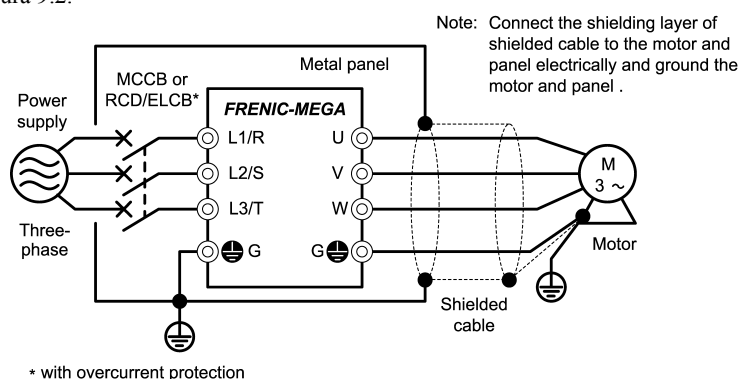

Figura 9.2 Colocación del inversor en un panel de metal
- 3) Si el ruido del inversor supera el nivel admisible, coloque el inversor y sus periféricos dentro de un panel de metal como se muestra en la Figura 9.2.